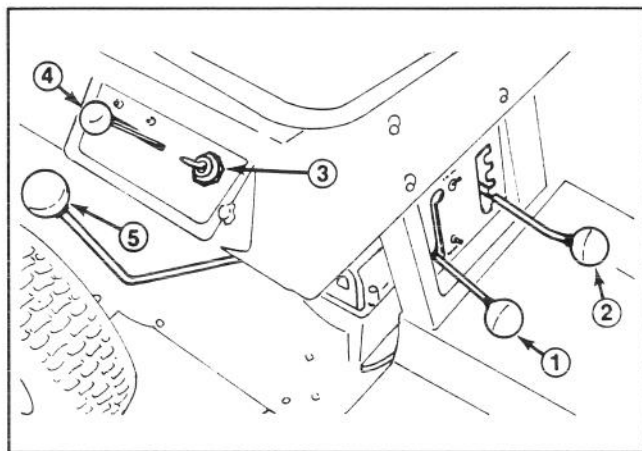

Abbildung 5
Gangschalthebel (Abb. 5)
Messerkontrollhebel (Abb. 5)
Gashebel (Abb. 5)
Schnitthöhe (Abb. 5)
Zündschloß (Abb. 5)
2. Den Schalthebel auf NEUTRAL und den Messerkontrollhebel auf AUSGERASTET stellen (Abb. 5).
3. Den Gashebel zum Kaltstart auf CHOKE stellen (Abb. 5). Warme Motoren erfordern keinen Choke. Unter solchen Umständen, den Gashebel auf die SCHNELL-Stellung bringen.
4. Den Zündschlüssel (Abb. 5) auf START drehen. Sobald der Motor anspringt, den Schlüssel wieder lösen und den Gashebel auf eine Position zwischen SCHNELL und LANGSAM (Halbgas) stellen, wenn zum Anlassen Choke gewählt wurde.
1. Den Messerkontrollhebel in die AUSGERASTET-Auskerbung stellen (Abb. 5).
2. Die Schnitthöheneinstellung (Abb. 5) auf die gewünschte Höhe bringen.